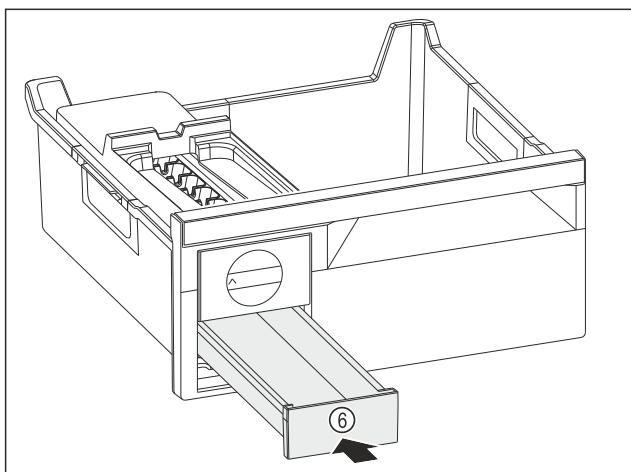

Fig. 116
- ▶ Spingere verso l'interno il cassetto del ghiaccio Fig. 116 (6).